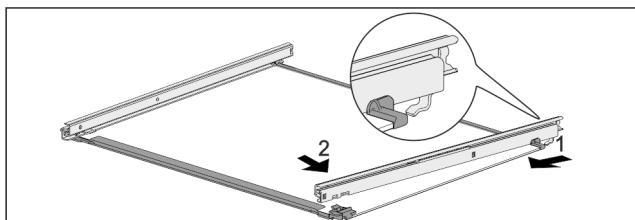

Fig. 53 Staklena ploča s vodilicama
- Zakvačite vodilicu sa stražnje strane. Fig. 53 (1)
- Uglavite vodilicu s prednje strane. Fig. 53 (2)